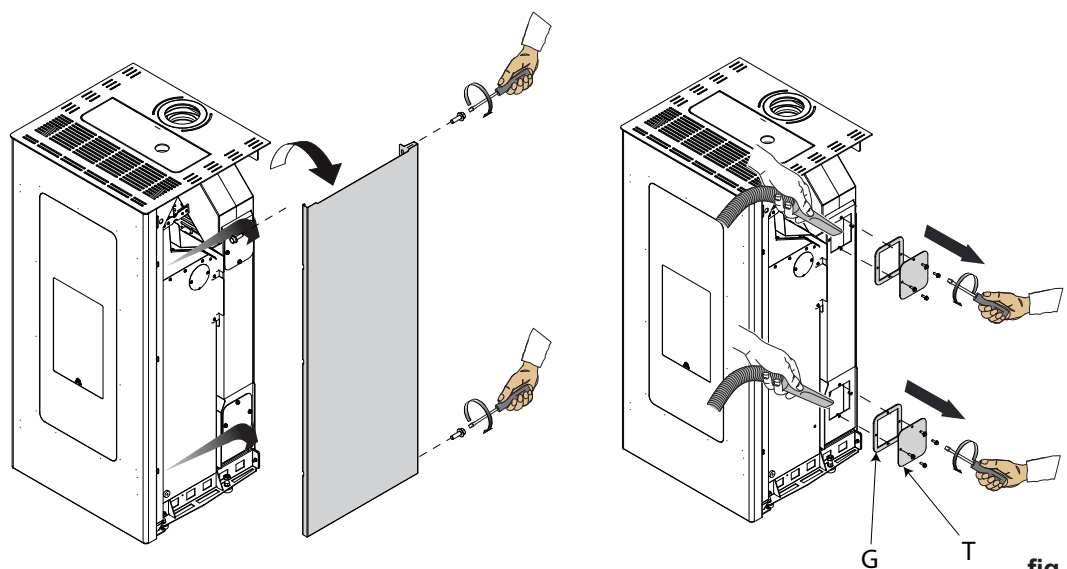

fig. 7
2) Retirez les quatre vis de fixation du côté droit, retirez les vis de fixation des bouchons d'inspection des gaz de combustion et retirez les bouchons (T) et les joints (G) (Fig. 7).